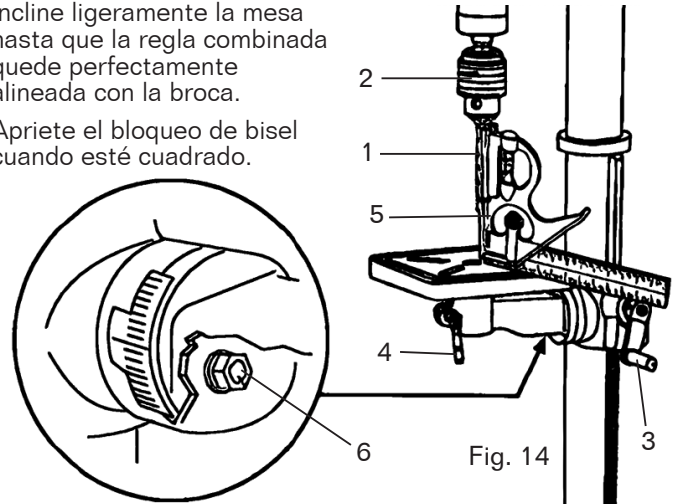

Fig. 14
## MESA DE ESCUADRADO A LA BROCA (FIG. 14)
1. Inserte una broca de 3" de largo (Fig. 14 - 1) en el mandril (Fig. 14 - 2) y apriete las mordazas con la llave del mandril.
2. Levante la mesa con la manivela (Fig. 14 - 3). Bloquee la mesa (Fig. 14 - 4) aproximadamente 1" por debajo de la broca.
4. Si se necesita un ajuste, afloje el perno de bloqueo de bisel (Fig. 14 - 6) con una llave.